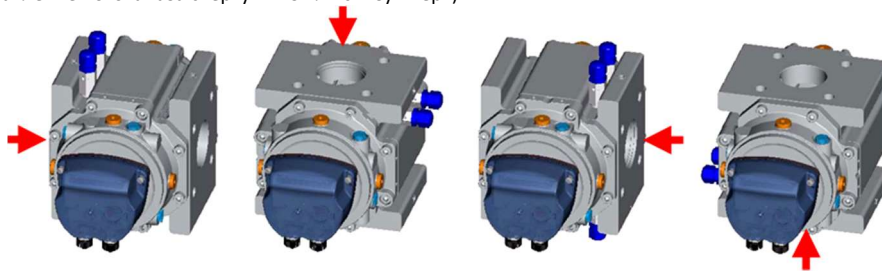

Рисунок 1. Рабочие положения счетчиков
1.6 Счетчики работают в любом рабочем положении (см. Рис. 1):